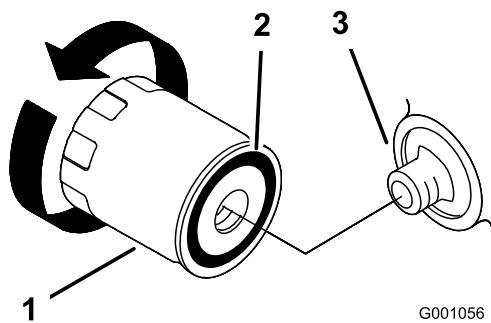

Figura 21
2. Remova o filtro de óleo antigo e limpe a superfície de vedação do adaptador do filtro (Figura 21).